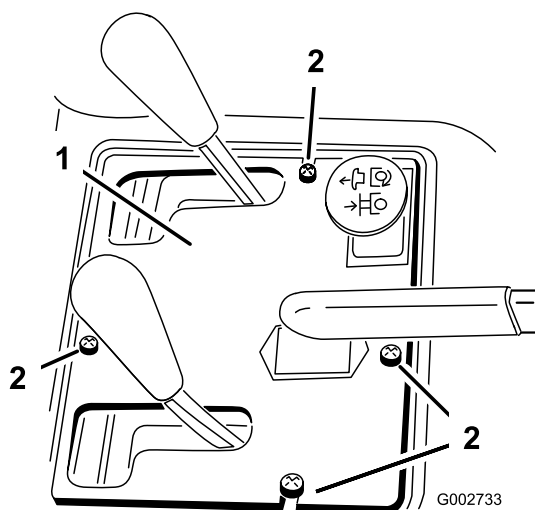

Рисунок 36
2. Снимите 4 винта крепления панели управления к раме (**Рисунок 36**).